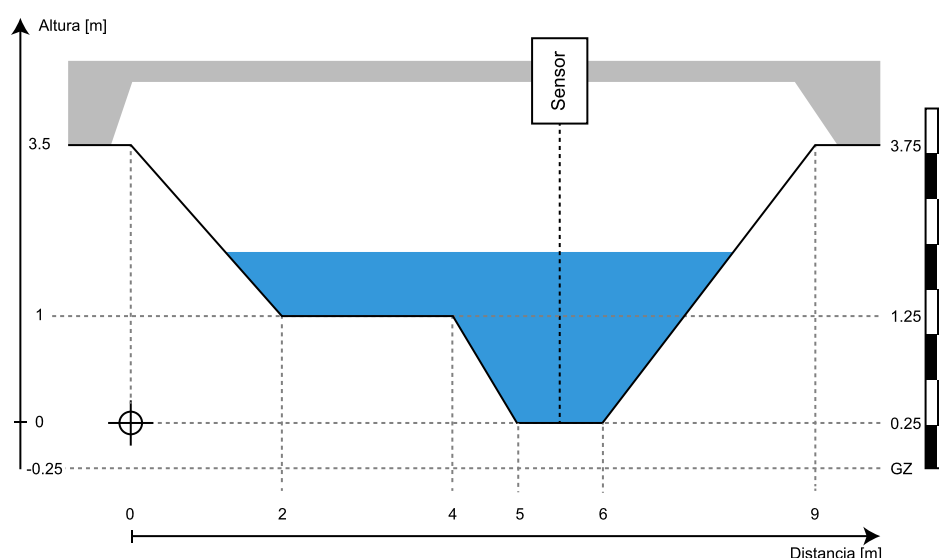

Figura 15 El calibre cero (GZ) de una placa de calibre en referencia a un perfil de canal
Si en el lugar de medición ya existe una medición del nivel del agua, es decir, una placa de medición o un sensor de medición, se recomienda utilizar el cero de medición (GZ) de la medición existente como nivel de referencia. Este nivel suele ser único y definido permanentemente. Además, la coherencia en la medición del nivel de agua existente y la medición SQ simplifica la interpretación. Como se ilustra en Figura 15, el nivel del indicador cero debe conocerse en el sistema de referencia.
En el ejemplo que se muestra en Figura 15 el calibre cero está a -0,25 m en el sistema de coordenadas de referencia de la sección transversal H.